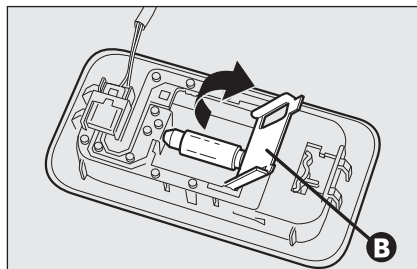

fig. 51
- ☐ aprire il coperchio di protezione **B-fig. 51** e sostituire la lampada svincolandola dai contatti laterali accertandosi che la nuova lampada risulti correttamente bloccata tra i contatti stessi;